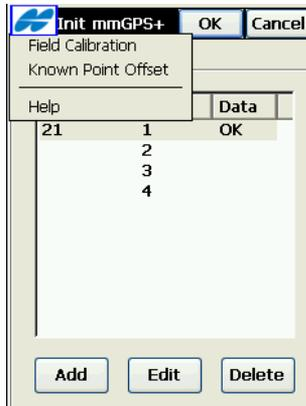

Abbildung A-9. Aufrufen von „Bekannter Punkt Offset“
1. Tippen Sie im Fenster *Init mmGPS+* auf das **Logomenu** oben links und dort auf **Bekannter Punkt Offset** (Abbildung A-9).